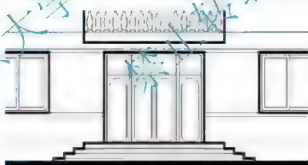

图 4.66 绘制立面台阶踏步线
(1) 用【直线】命令绘制立面台阶踏步线,结果如图4.66所示。